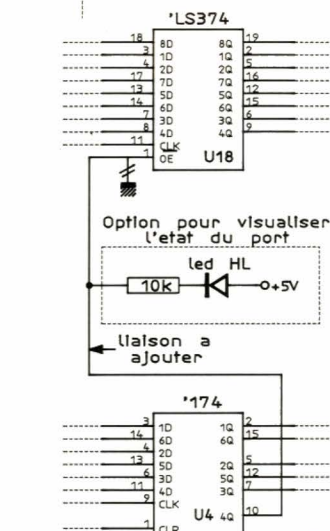

Figure 2
Hors seulement 5 des six signaux disponibles sont utilisés. Le sixième est non connecté (NC), il suffit de le relier à l'OE du 74LS374 et la modification est terminée (**figure 2**) (mais c'est bien sûr !).